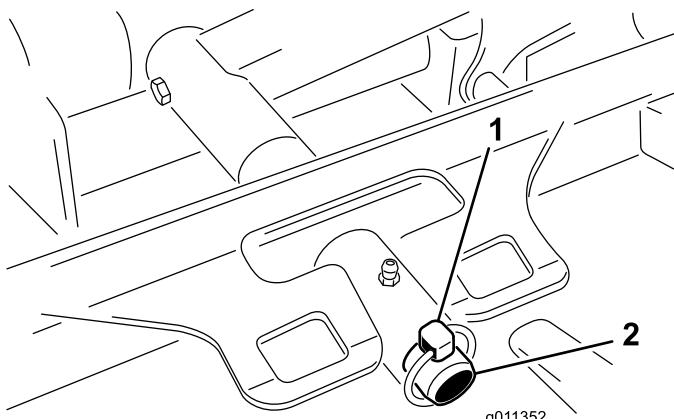

Figura 65
3. Retire el pasador de seguridad que sujetla el bastidor de tiro de la carcasa a la barra de giro del brazo de elevación (Figura 65).
3. Deslice el bastidor de tiro de la carcasa sobre el pasador de giro del brazo de elevación. Sujete el conjunto con el pasador de seguridad (Figura 65).